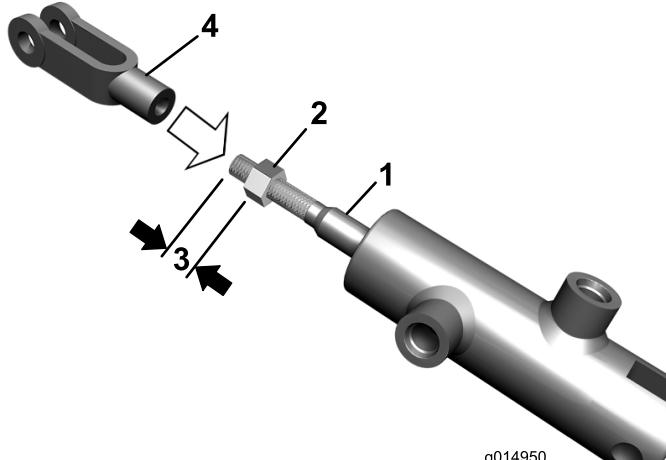

図 3
4. 油圧シリンダ・ロッドのジャム・ナットがロッドの端部から  $14.2 \text{ mm}$  の位置にくるようにする（図 3）。
5. 油圧シリンダ・シャフトのヨークが 図 3 に示すようにジャム・ナットに当たるようにする。